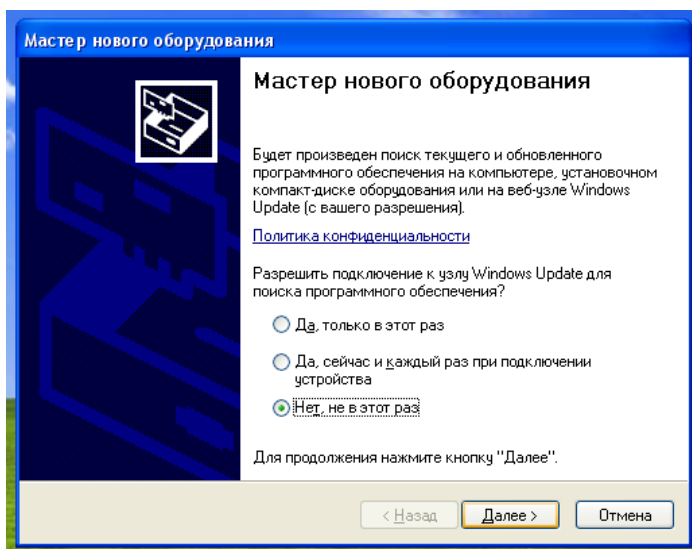

Рисунок 6
- Откроется окно «Мастер нового оборудования». Выбрать ответ «Нет, не в этот раз». Нажать «Далее» (см. рисунок 6).